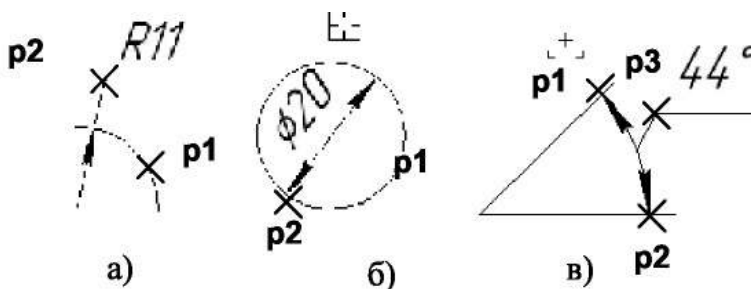

Рис. 2.10 - Нанесение размеров дуги, диаметра окружности и углового размера
- 2) указать графическим курсором точку на изображении дуги или окружности - точка **p1** (рис. 2.10а, б);
- 3) указать графическим курсором точку, определяющую положение размерной линии - точка **p2** (рис. 2.10а, б).
- 2) указать графическим курсором точку на изображении первой прямой - точка **p1** (рис. 2.10 в);
- 3) указать графическим курсором точку на изображении второй прямой - точка **p2** (рис. 2.10 в);
- 4) указать графическим курсором точку, определяющую положение размерной линии - точка **p3** (рис. 2.10 в).